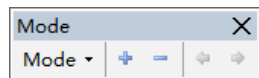

图 18-11 Mode 工具栏
③ 单击按钮弹出栅格设置相关菜单, 该菜单各命令说明如下。
④ 单击按钮打开模型管理器, 在其中可以链接不同类型的模型, 一般用来链接封装模型。
2) 模式工具栏: 同一个元件按照不同的标准会有不同的外观, Altium Designer 把这些不同的外观称为模式 (Mode)。用户可以创建不同的元件模式, 而模式工具栏可以在不同的模式间切换, 如图 18-11 所示。